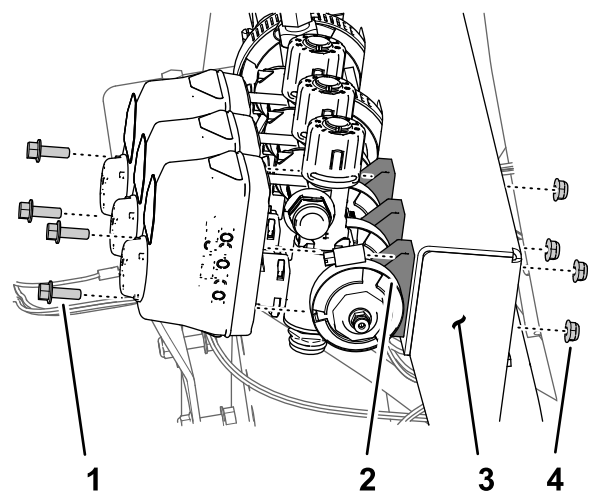

図 66
1. 左側ブームバルブをマニホルドマウントに固定しているフランジヘッドボルト1/4 x 3/4 インチ 2本とロックナット1/4 インチ2個を取り外す 図 66。
2. 右側ブームバルブをマニホルドマウントに固定しているフランジヘッドボルト1/4 x 3/4 インチ 2本とロックナット1/4 インチ2個を取り外す 図 66。
3. 左側ブームバルブのフランジ部をアダプタに固定しているフランジクランプ4064mmとガスケット25 x 35mmを取り外す 図 66。